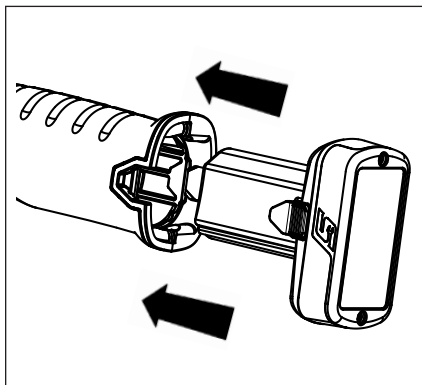

Figure 3 : Insertion du bloc-batterie
1. Insérer une batterie CTB complètement chargée dans la base de l'outil, comme illustré à la figure 3.